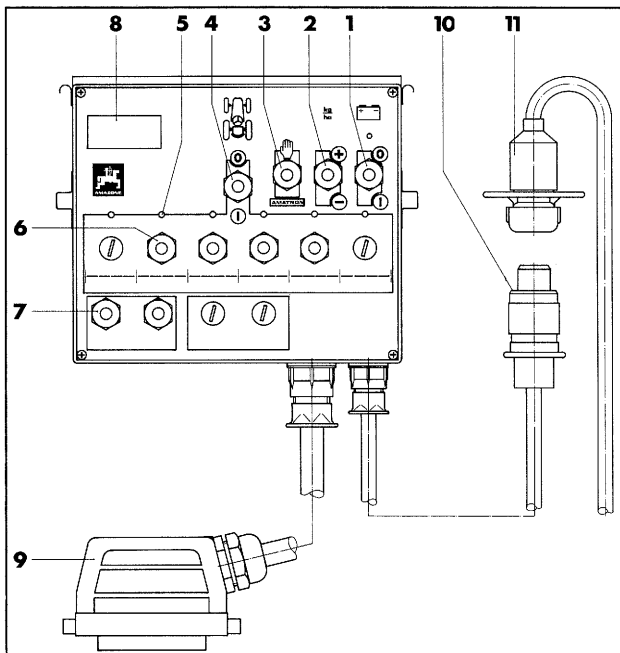

Fig. 8
4.7.5 Anschluß SKJ 3 (Schaltkasten JET) (Fig. 8)
Die elektrische Fernbedienungsarmatur ist separat verpackt und wird mittels Gerätestecker (Fig. 8/9) an die Maschine angeschlossen. Für die Stromversorgung ist beiliegendes Anschlußkabel direkt zur Schlepperbatterie (12 V) zu verlegen, blau an Masse (Minus) und braun an Plus. Stecker (Fig. 8/10) an die Steckdose (Fig. 8/11) anschließen.
Funktionsbeschreibung der einzelnen Schalter (Fig. 8)